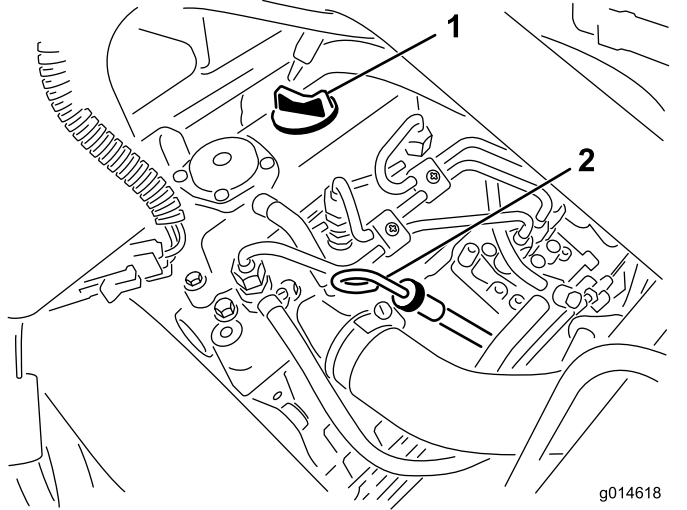

图28
2. 取出量油尺、用干净的抹布擦拭（图28）。将量油尺插入量油尺管道中、并确保它完全插入。从量油尺管道取出量油尺、查看油位。如果油位较低、请从气门室盖上拆下加油颈盖、然后缓慢添加足够机油、将油位水平提高到量油尺上的 Full（已满）标记。在此过程中应缓慢添加机油并不时检查油位。切勿过量添加。